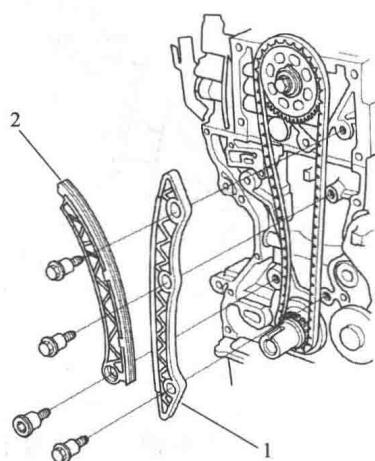

图 1-1-24
(16) 拆下曲轴皮带轮。
(17) 拆下凸轮轴链条导板 1 和凸轮轴链条张紧器臂 2, 如图 1-1-24 所示。